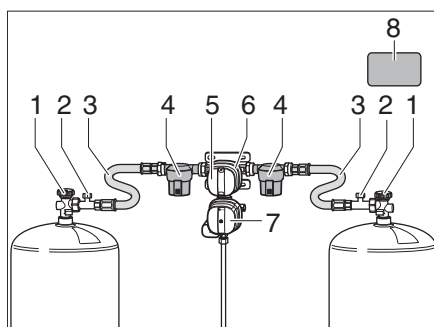
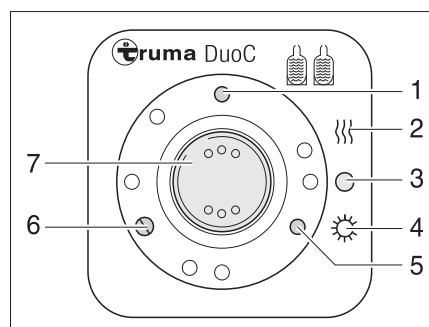
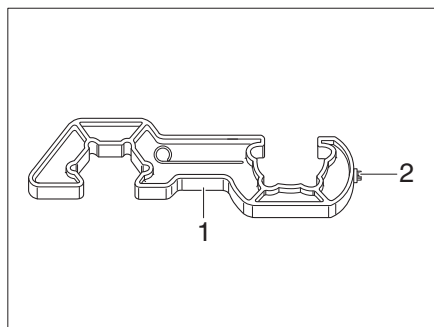
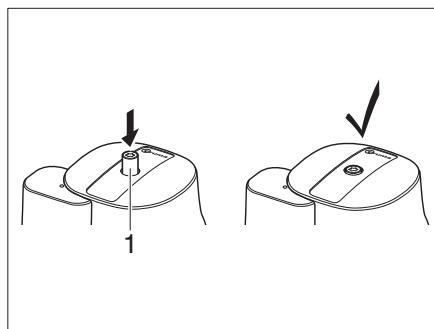

Fig. 85 Impianto di commutazione DuoControl
Fig. 86 Centralina di controllo
Fig. 88 Strumento ausiliario
Fig. 89 Sensore di crash
L'impianto di commutazione DuoControl è costituito da una valvola commutatrice (Fig. 85,6) e dalla centralina di controllo (Fig. 86). La valvola commutatrice è montata tra i tubi flessibili ad alta pressione (Fig. 85,3). Con la manopola (Fig. 85,5) sulla valvola commutatrice è possibile stabilire, quale delle bombole del gas viene utilizzata come bombola in uso e quale bombola del gas viene utilizzata come bombola di riserva.
La valvola commutatrice (Fig. 85,6) è munita dell'impianto antighiaccio EisEx. In questo modo si possono evitare guasti nell'impianto del gas in inverno.
A monte della valvola commutatrice si trova su ogni lato un filtro del gas (Fig. 85,4) che protegge l'impianto del gas dall'olio e dalle impurità.
Sulla centralina di controllo (Fig. 86) possono essere gestite solo le funzioni elettriche. Le valvole principali di arresto (Fig. 85,1) delle bombole del gas devono essere aperte manualmente.
La valvola commutatrice garantisce una pressione del gas costante, indipendentemente da quale bombola provenga l'alimentazione del gas. Le due spie di controllo della centralina di controllo segnalano il livello della bombola in uso. Se la spia di controllo verde (Fig. 86,6) è accesa, la bombola in uso è piena. Se la spia di controllo rossa (Fig. 86,5) è accesa, la bombola in uso è vuota. In questo caso il gas viene fornito dalla bombola di riserva.
- Aprire le valvole principali di arresto (Fig. 85,1) delle bombole del gas.
- Con la manopola (Fig. 85,5) sulla valvola commutatrice (Fig. 85,6) selezionare la bombola del gas da cui proviene la principale alimentazione del gas (bombola in uso).
- Portare l'interruttore a bilico (Fig. 86,7) in posizione "O" (Fig. 86,3). La spia di controllo gialla (Fig. 86,1) si spegne.
- Chiudere le valvole principali di arresto (Fig. 85,1) delle bombole del gas.
Le spie di controllo sulla centralina di controllo (Fig. 86,5 e 6) segnalano all'interno del veicolo se la bombola del gas in uso è pronta.
Se la spia di controllo verde (Fig. 86,6) si spegne durante il funzionamento e la spia di controllo rossa (Fig. 86,5) si accende, la bombola del gas selezionata come bombola in uso è vuota e deve essere sostituita. La bombola di riserva continua ad alimentare le utenze a gas.
- ▶ Per avvitare e svitare i tubi flessibili ad alta pressione, utilizzare lo strumento ausiliario (Fig. 88,1). Esso garantisce la necessaria coppia di serraggio e impedisce che l'uso di utensili errati danneggi collegamento a vite.
- Chiudere la valvola principale di arresto (Fig. 85,1) della bombola del gas vuota.
- Svitare il tubo flessibile ad alta pressione (Fig. 85,3) dalla bombola del gas per mezzo dello strumento ausiliario (Fig. 88).
- Collegare la bombola del gas piena al tubo flessibile ad alta pressione (Fig. 85,3).
- Aprire la valvola principale di arresto (Fig. 85,1) della bombola del gas.
- Posizionare con un mezzo giro la manopola (Fig. 85,5) sulla valvola commutatrice (Fig. 85,6) in modo tale che la bombola del gas appena sostituita serva da bombola di riserva.
- Premere il pulsante (Fig. 85,2) del dispositivo antirottura del tubo flessibile ad alta pressione per attivarlo.
- Eventualmente premere il pulsante di reset (Fig. 89,1) del sensore di crash.
- ▶ Osservare l'etichetta di sicurezza (Fig. 85,8) applicata nel vano portabombole.
- Con il Torx T20 (Fig. 88,2) dello strumento ausiliario premere verso l'interno il pulsante di sbloccaggio (Fig. 89,1), ruotare leggermente in senso orario e mantenere in questa posizione per 5 secondi.
Il sensore di crash è pronto quando il pulsante di sbloccaggio (Fig. 89,1) in rimane nella posizione premuta.
- Dopo aver sostituito la bombola del gas, premere vigorosamente il pulsante verde (Fig. 85,2) del tubo flessibile ad alta pressione (Fig. 85,3).